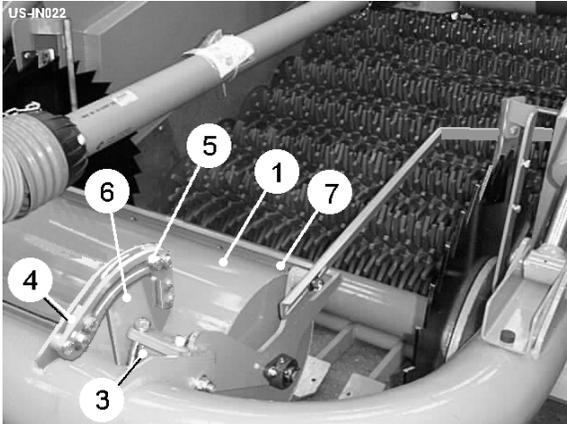
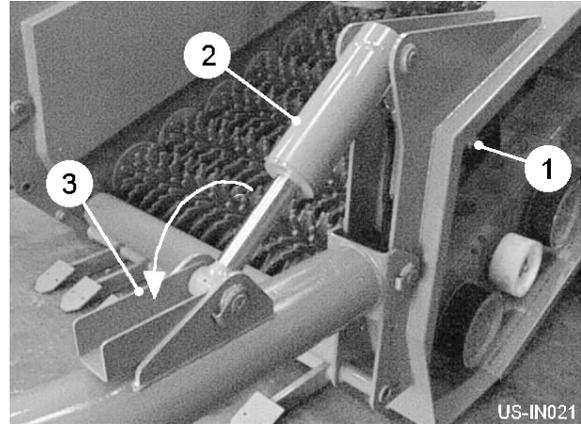

Fig 6
Fig 7
Die automatische Tiefe kontrolliert, daß System sogar Tiefe der Erde im fertigen Bett sicherstellt. Die Tiefenrolle folgt (item 1, fig 6) den Konturen vom vor-gemachten Bett. Die Tiefenrolle (item 2, fig 7) wird mit dem Tiefensensor verbunden und (Stück 1, Feige 7) über der hydraulischen Ventilbank treibt die Tiefenzylinder. Der Tiefenanzeiger, auf dem richtigen Handtiefenzylinder, gibt der Bedienungsperson ein visuelles Anzeichen für die Handlung des spürenden Systemes. Die Zylinderhalteklammern müssen (item 3, fig 7) fest in der Position, die vor das Beginnen von der Arbeit gezeigt wird, sein.
Die Tiefenrolle Rahmendrehtpunkte auf Gummieinbauten (item 3, fig 6). Ändern Sie die Einbauten, um den Druck zu kontrollieren, den die Rolle auf die Erde ausübt. Der Druckrahmen muß mit der Maschine in der Arbeit gemacht werden, damit die verhältnismäßige arbeitende Position der Rolle und Anteile korrekt ist.
1. Lockern Sie die Front, und rückwärtiger Quadrant hält (item 4 & 5, fig 6) beiderseits der Rolleneinheit.
3. Rücken Sie die Fronthalte gegen (item 4, fig 6) Frontrand der Quadrantenarme vor und (item 6, fig 6) straffen Sie sie.
4. Heben Sie die Maschine und (item 6, fig 6) veranlaßt die Quadrantenarme, (item 4, fig 6) weg von den Fronthalten rückwärts zu rotieren. Rücken Sie die Fronthalte gegen die Quadrantenarme vor und sichern Sie sie. Vor dem Bewegen der Halte, je höher die Maschine, desto größer der Frühlingsdruck wird sein.
5. Stellen Sie in die Arbeit Maschine zurück und bewegen Sie die rückwärtigen Halte (item 5, fig 6) 15mm weg vom Rückwärtigen der Quadrantenarme (item 6, fig 6). This gap allows the depth roller to drop slightly, maintaining digging depth, when the tractor rides out of the bed onto the headland.
Die Spachteln (item 7, fig 6) sollten der Rolle nah sein, ohne es zu foulern.
Vor dem Transportieren der Maschine auf der Straße, bewegen Sie sich, der Zylinderhalt plattiert (item 3, fig 7).